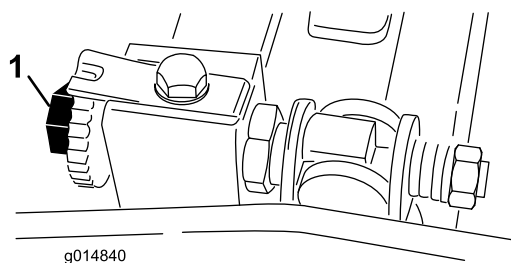

Figura 46
3. Rode o cilindro de forma a que a lâmina cruze a extremidade da lâmina de corte entre a primeira e segunda cabeça dos parafusos do lado direito da unidade de corte (Figura 46).
6. Rode o parafuso de ajuste da barra de apoio direita até sentir uma ligeira pressão (ou seja, arrastamento) no calço deslizando-o de um lado para o outro (Figura 46).